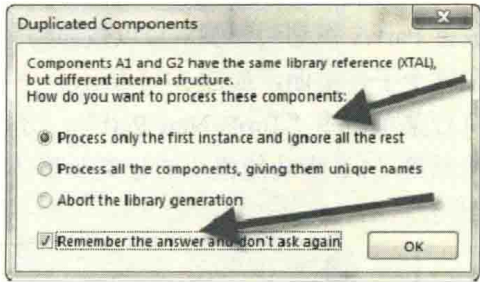

图 3-37 重复元件的处理方式选择
- (3) 因为有些元件有相同的库参考，但是由于元件内部所填写的信息不一样，所以会提示相应的选择提示项，如图 3-37 所示。